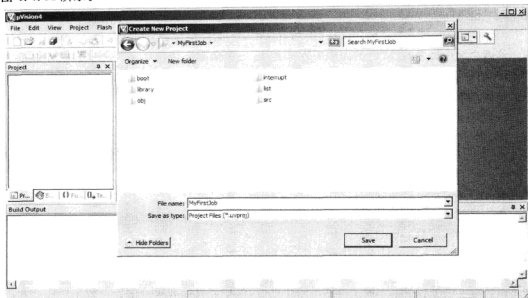

图 4.4.11 保存新建工程
② 然后执行如下操作：
a) 打开 Keil μ Vision4, 选择 Project \rightarrow New μ Vision Project 菜单项(如果当前有工程正在打开, 请先执行 Project \rightarrow Close Project 将其关闭), 在弹出窗口中填写工程名和保存路径(路径选择刚才新建的 MyFirstJob 文件夹, 并将工程命名为 MyFirstJob), 然后单击保存, 如图 4.4.11 所示。